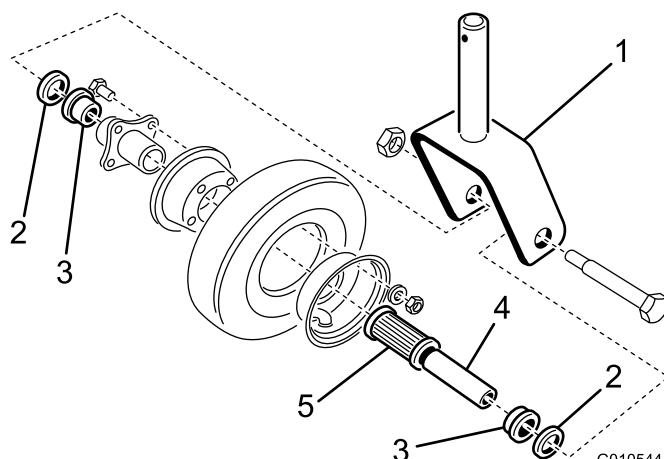

Figura 19
2. Incline la rueda a un lado y deje que salga el casquillo intermedio (Figura 19).
3. Retire uno de los retenedores del cojinete del cubo de la rueda dejé que salga el cojinete. Retire el retenedor del cojinete del otro lado del cubo de la rueda (Figura 19).